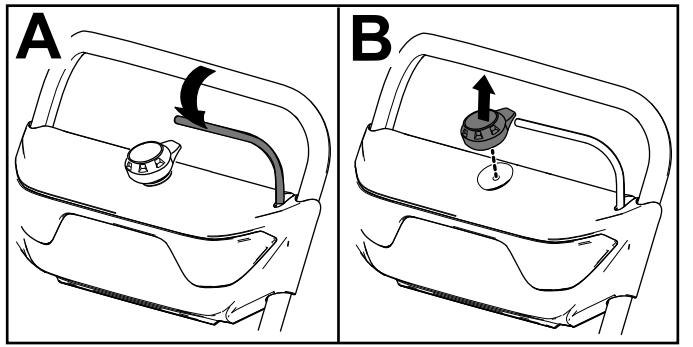

Figure 9
1. Relâchez la barre (A de la Figure 9).
2. Retirez le bouton de démarrage électrique du démarreur électrique (B de la Figure 9).